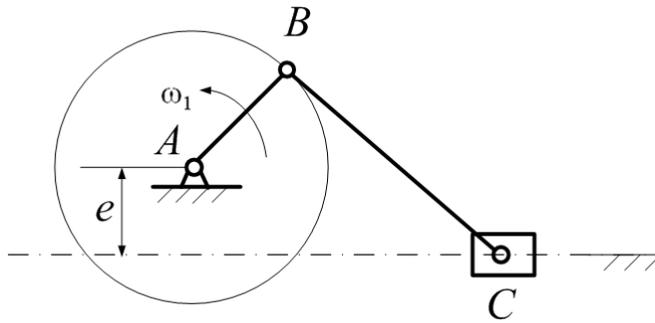

图 2
4. 如图 2 所示的偏置曲柄滑块机构，偏距为  $e$ ，曲柄 AB 长度为  $a$ ，连杆 BC 长度为  $b$ ，试说明该机构是否有急回特性？画出该位置时机构的压力角；并说明机构最大压力角出现的位置及最大压力角表达式（作答时需要抄图）。